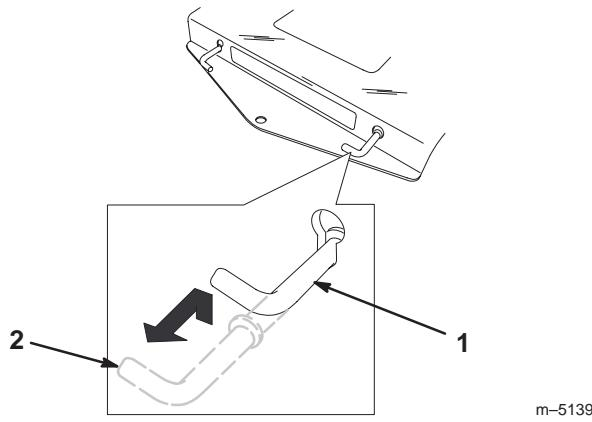

Figure 14
2. Tirez les deux leviers de dérivation vers le haut et poussez-les jusqu'à ce que la rondelle de la tige passe dans la fente. Poussez les leviers vers le bas pour les bloquer en position (Fig. 14).
Tirez chaque levier de dérivation vers le haut, puis sortez-les complètement. Poussez les leviers vers le bas (Fig. 14).